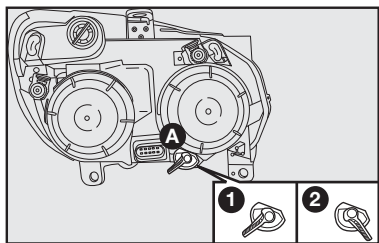

fig. 109
- Girar o seletor **A-fig. 109** para a posição desejada.